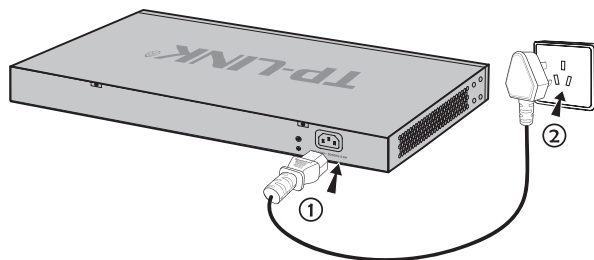

图3-4 电源线连接示意图
2. 交换机原装电源线连接交换机与电源插座，如图3-4所示。